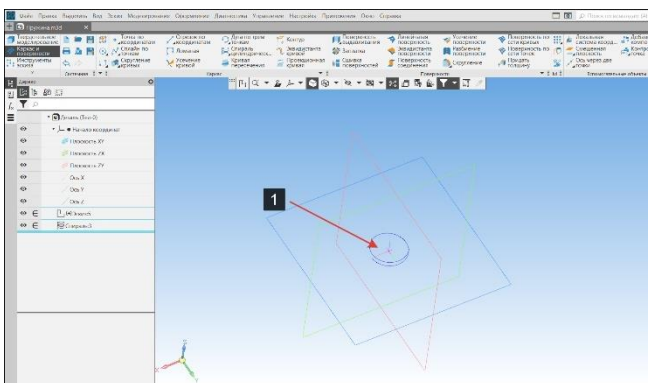

Рисунок 175 – Результат объединения точек
- После объединения точек закроем эскиз. Цилиндрическая спираль будет привязана к началу координат (1) (Рисунок 175);